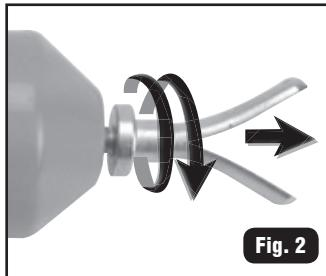

Fig. 2
1. Dévissez la sonde du testeur (Fig. 2).